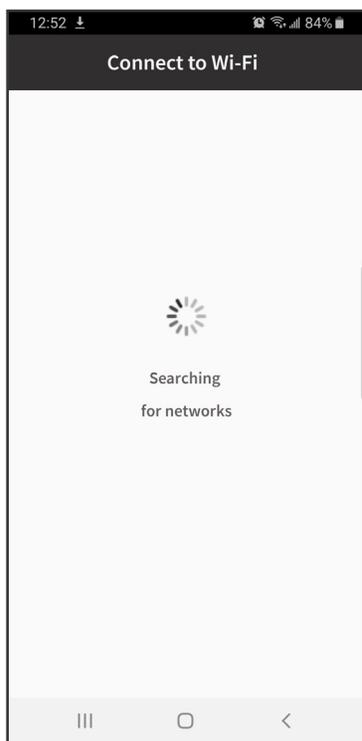

Fig. 7
5. Sélectionnez le wifi souhaité et connectez-vous en entrant le mot de passe wifi de votre domicile (**Fig. 7 & 8**).